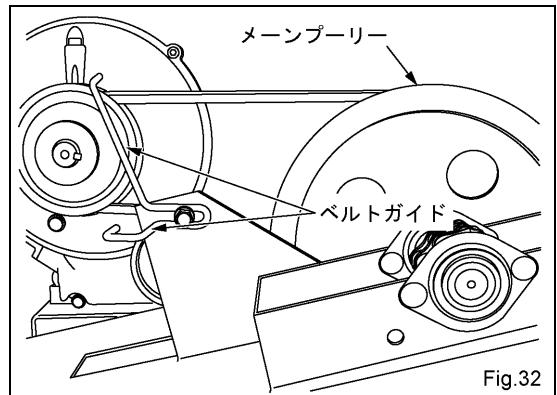

Fig.32
(1) ドライブガードを取り外して下さい。
(2) Vベルトを外し、ブーリーに有害な摩耗、傷等が無いか点検して下さい。
(3) ブーリーが一直線上に並んで取り付いていることを確認して下さい。もしどれかのブーリーが一直線上に無かった場合は修正した上で新しいベルトを装着して下さい。
(4) Vベルトを小さい方のブーリーから先に掛けて、その後メインブーリーに掛けて下さい。
(5) Vベルトが2つのベルトガイドの内側にある事を確認して下さい。(Fig.32)